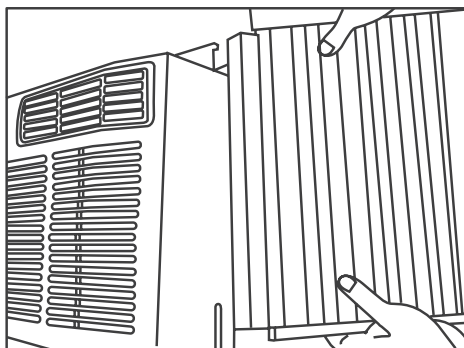

Fig.3
- Faites glisser l'extrémité libre du panneau dans l'armoire comme indiqué sur la Fig.3. Faites glisser le panneau vers le bas. Assurez-vous de laisser suffisamment d'espace pour insérer le haut et le bas du cadre dans les rails de l'armoire.